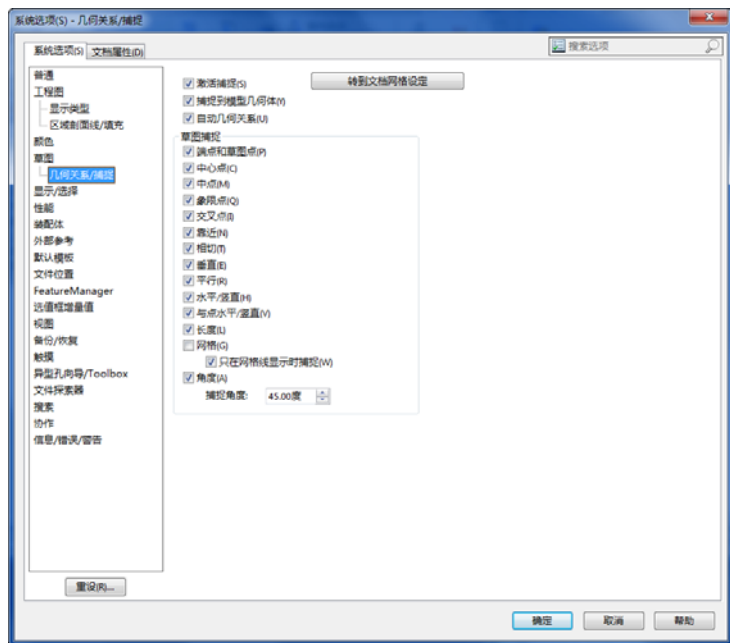

图 2-41 自动添加几何关系
(1) 执行“工具”→“选项”菜单命令，系统打开“系统选项”对话框。
(2) 在左边的区域中单击“草图”中“几何关系/捕捉”项目，然后在右边的区域中选中“自动几何关系”复选框，如图 2-41 所示。
(3) 单击“确定”按钮关闭对话框。